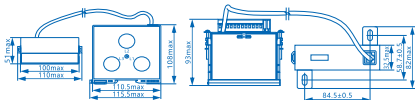

图3 额定电流规格为100A的保护器外形及安装尺寸
4.2 额定电流规格为100A的保护器外形及安装尺寸：见图3；产品的重量约为0.94kg。